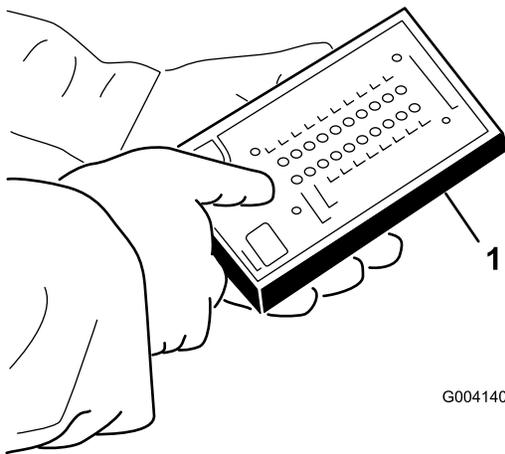

Figura 50
5. Ligue o conector do visor ACE de diagnóstico ao conector de fios (Figura 50).